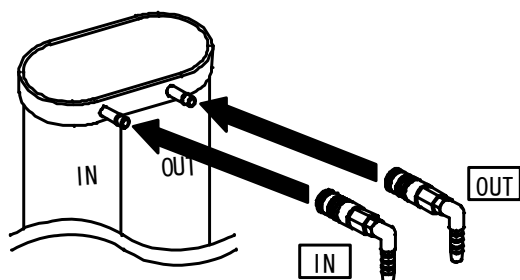

図 03
- (5) イオン交換樹脂カートリッジの入口、出口に付いているゴムキャップを外してください。
- (6) イオン交換樹脂カートリッジの入口(左側)に(IN)マークのあるカプラをカチッと音がするまで押し込んでください。(図 03 参照)
- (7) イオン交換樹脂カートリッジの出口(右側)に(OUT)マークのあるカプラをカチッと音がするまで押し込んでください。(図 03 参照)